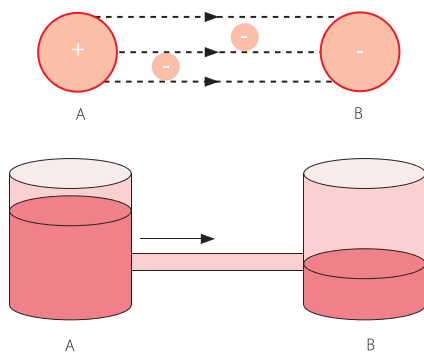

Figura 3. Analogia entre um sistema elétrico e um sistema hidráulico.
experiência com recurso a dois recipientes A e B com diferentes níveis de água (A tem mais líquido comparativamente a B) e que se interligam entre si através de um tubo. O que se irá suceder é a passagem de líquido do recipiente com maior quantidade (A) para o de menor quantidade (B). O deslocamento de água terminará quando ambos os recipientes estiverem com o mesmo nível de líquido. Este conceito está ilustrado na Figura 3 e na Tabela 2.